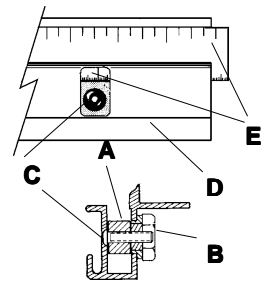

Figure 8
J. See **Figure 8**. Lay a long straight edge on the **SQUARING EDGE BARS (A)** of both the **LEFT and RIGHT SUPPORTS**. Rotate the **ECCENTRIC NUT (B)** behind the **BUTTON HEAD SCREW (C)** in the **RIGHT SUPPORT (D)**. This will raise or lower the **RIGHT SQUARING EDGE BAR**. Raise it until the **SQUARING EDGE BAR** and straight edge **(E)** touch. You can observe this through the cut out where you see the button head screw. Tighten the **BUTTON HEAD SCREW** while holding the **ECCENTRIC NUT** so it can not turn.
J. Siehe **Abbildung 8**. Legen Sie ein langes Lineal auf die **Winkelleisten (A)** der **rechten und linken Halterungen**. Drehen Sie die **Exzentrikmutter (B)** hinter der **Halbrundkopfschraube (C)** in die **rechte Halterung (D)**. Jetzt kann die **rechte Winkelleiste** nach oben oder unten bewegt werden. Bewegen Sie die **Winkelleiste** nach oben, bis sie das Lineal **(E)** berührt. Sie können dieses durch den Ausschnitt beobachten, wo Sie die **Halbrundkopfschraube** sehen können. Halten Sie die **Exzentrikmutter** fest und ziehen Sie die **Halbrundkopfschraube** fest an.
J. Référez-vous à la Figure 8. Placez une longue règle de précision sur les **BARRES DE BORD D'ÉQUARRISSAGE (A)** des **SUPPORTS DROIT ET GAUCHE**. Faites tourner l'**ÉCROU EXCENTRIQUE (B)** derrière le **BOULON À TÊTE DEMI ARRONDIE (C)** situé dans le **SUPPORT DROIT (D)**. Ceci fera monter ou descendre la **BARRE DE BORD D'ÉQUARRISSAGE DROITE**. Soulevez-la jusqu'à ce que la **BARRE DU BORD D'ÉQUARRISSAGE** et la règle **(E)** se touchent. Serrez la **VIS À TÊTE DEMI ARRONDIE** tout en tenant l'**ÉCROU EXCENTRIQUE** de manière à ce qu'il ne tourne pas.